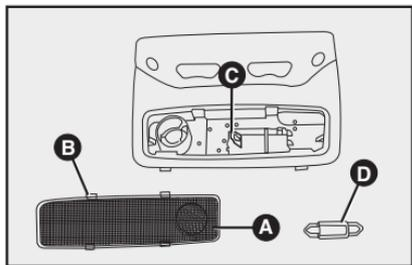

fig. 70
- saque la lente **A-fig. 70** empujando las trabas **B** y sustituya la lámpara **D**, recolocando la nueva lámpara en el alojamiento **C**;